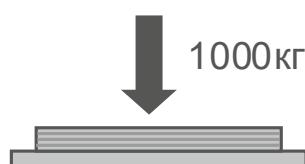

Рисунок 21
15.3 Распределённая нагрузка прилагается через специальное устройство, которое распределяет её. Нагрузка обычно действует через несколько специальных подкладок, поддерживающих покрытие. Уровни давления при этом оказываются ниже, и поэтому нагрузка не вызывает повреждений. Чтобы не допустить повреждения покрытия необходимо защищать поверхность от воздействия точечных нагрузок распределяя их по большей площади. Это делается с помощью листов фанеры минимальных размеров 600×600 мм и толщиной 22 мм (см. Рисунок 21).